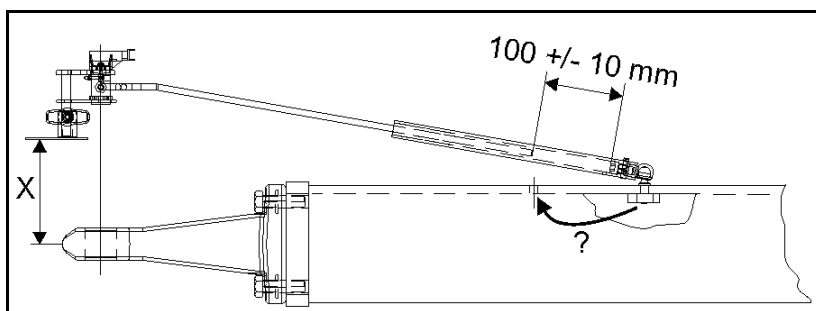

Fig. 104
- Manter a distância entre o ponto de acoplamento e o sensor do ângulo de rotação (Fig. 104/ X) o mais reduzida possível (especialmente em caso de lança de engate).